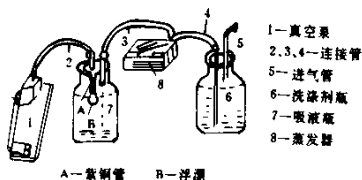

图 2-4-19 洗涤蒸发器
修理电冰箱脏堵的方法有两种：一种是加压吹风清洗法；一种是真空清洗法。加压吹风清洗法也就是电冰箱制冷系统的通用吹洗方法，用气体注入清洗部件进行反复多次吹洗，这里不再详述；如用真空清洗来检修脏堵，首先应将电冰箱制冷系统部件全部拆下来，用三氯乙烯、氯乙烯或四氯化碳等溶液分段进行清洗。以清洗蒸发器为例，可按图 2-4-19 所示进行连接。图中洗剂瓶 (6)、吸液瓶 (7) 的容积均为 5000mL。开动真空系统使吸液瓶内抽成真空，洗涤剂瓶中的洗涤剂通过导管、蒸发器进入吸液瓶，当瓶内液面接近紫铜管 A 时，浮漂 B 顶起堵住了管口，可避免洗涤剂进入真空泵。在洗涤过程中，应反复晃动，以提高清洗效果。瓶内洗涤剂经过过滤，可以反复使用。